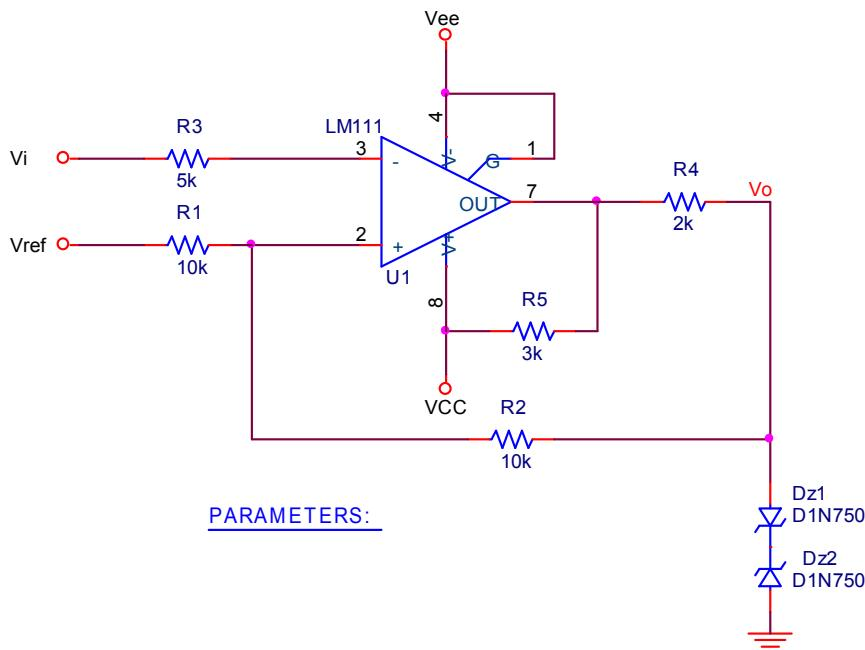

图 8.5.2 滞回比较器
***8.5.2 图 8.5.2 是由 LM111 组成的滞回比较器的原理图。(1i8_3_2)